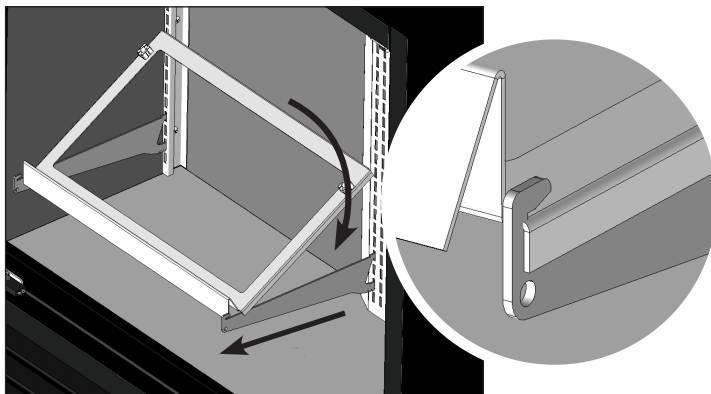

Figure 7. Positionnez la clayette en soulevant l'arrière. Assurez-vous que les côtés de la clayette recouvrent la console.
2. Soulevez l'arrière de la clayette. Positionnez la clayette sur les consoles. Voir Fig. 7.
3. Abaissez avec précaution l'arrière de la clayette et glissez-la sous la languette de support de clayette. Voir Fig. 7.